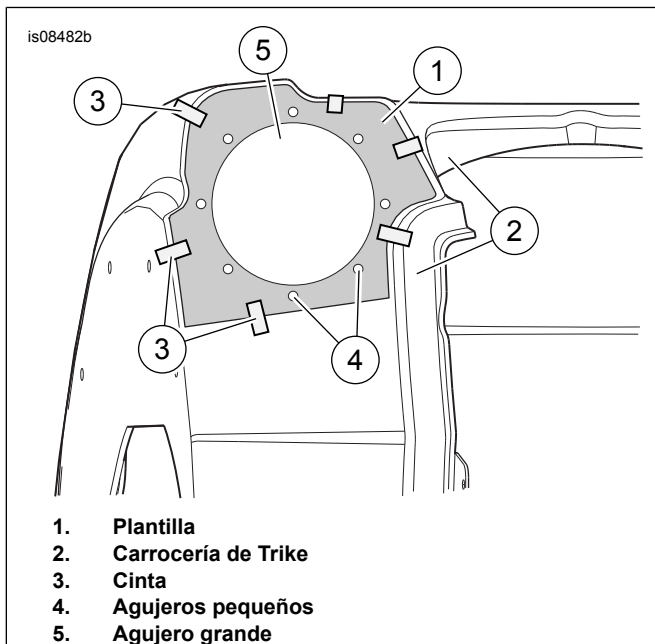

Figura 1. Ubicación de la plantilla
1. Consulte Figura 1. Alinee la plantilla (1) con uno de los lados de la carrocería (2). Los bordes de la plantilla se alinean con los bordes tangentes de los pliegues de la carrocería. Asegure la plantilla con cinta (3). Marque con un punzón las ubicaciones de los ocho agujeros pequeños (4). Marque el agujero grande (5) con un marcador de contraste o un lápiz de cera.